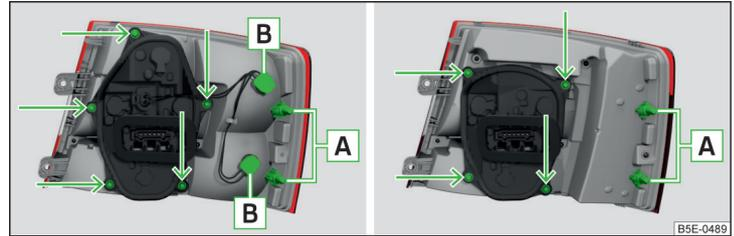

Abb. 227 Äußerer Teil der Leuchte: Grundleuchte / Leuchte mit LED-Dioden
- › Die Leuchte mit den Zapfen **[A]** » **Abb. 227 auf Seite 242** in die Aufnahmen **[C]** » **Abb. 226** in der Karosserie einsetzen.
- › Die Lampenfassung **[B]** » **Abb. 227 entgegen dem Uhrzeigersinn** drehen und aus dem Leuchtengehäuse herausnehmen.
- › Den Lampenhalter » Abb. 227 mit dem Schraubendreher aus dem Bordwerkzeug abschrauben und den Lampenhalter aus der Leuchte herausnehmen.